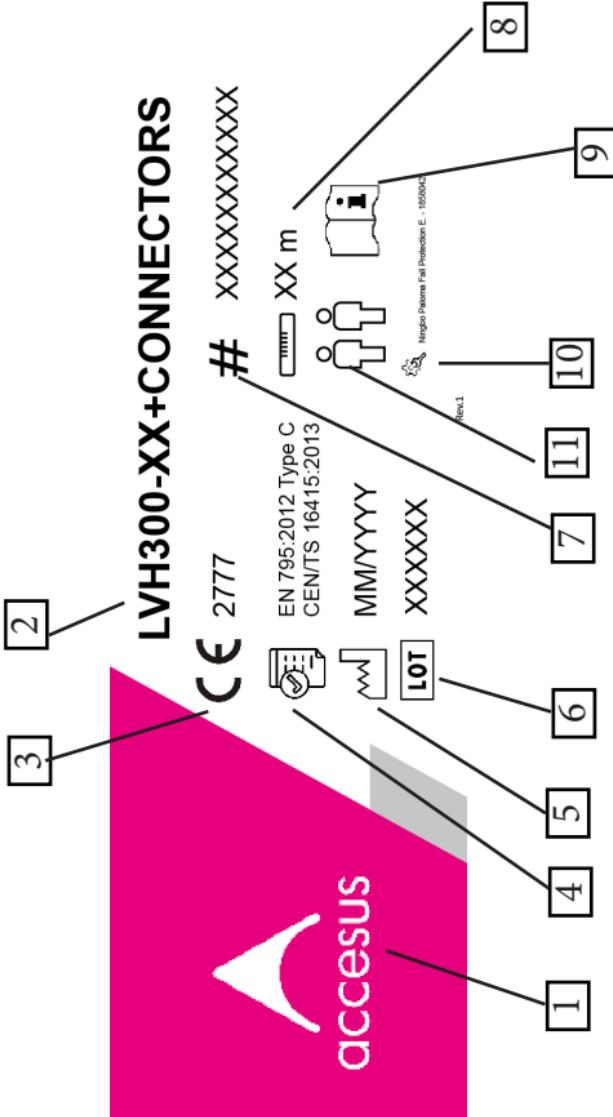

Fig. 1
11. Número de personas (ver Fig.1)
(see Fig.1)